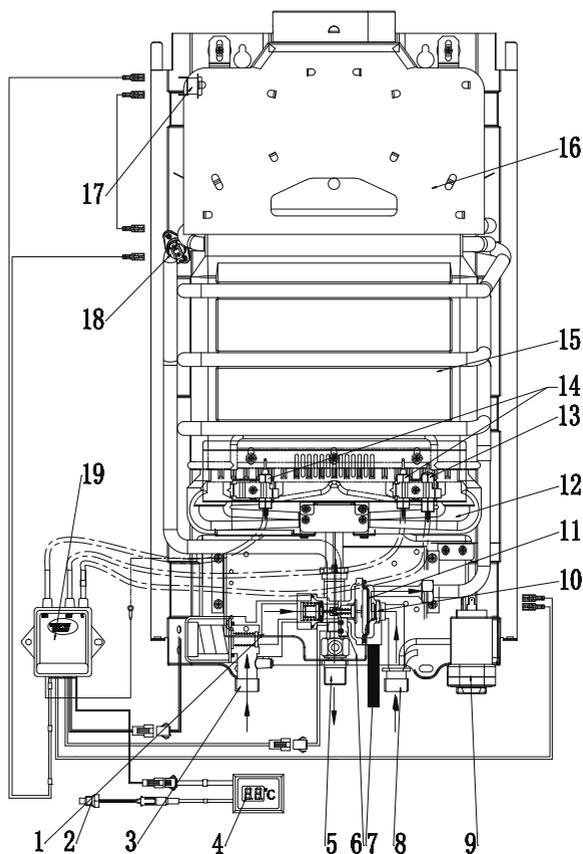

Рис. 7
- открутите сливную заглушку (7 на схеме устройства, рис. 7), для того, чтобы из водонагревателя вылилась вся вода;